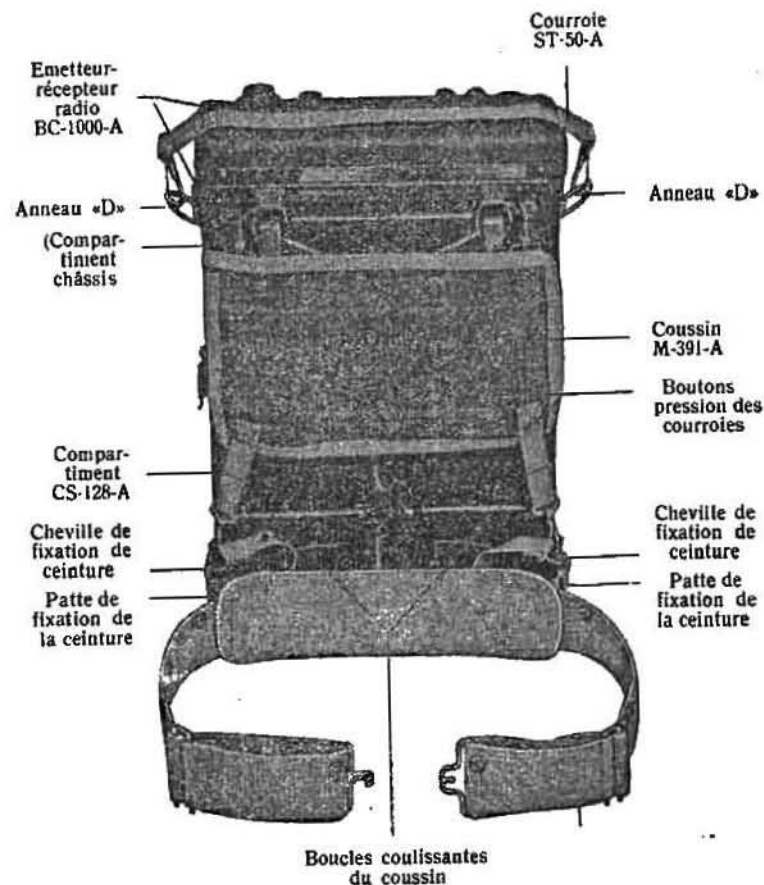

Fig. 14. — Vue arrière du poste, montrant la mise en place du coussin M-391-A, de la ceinture ST-55-A et de la courroie ST-50-A.
- a) **Coussin « M-391-A ».** — Accrocher le coussin « M-391-A » au poste à l'aide des quatre mousquetons. Les mousquetons fixés à l'extrémité des courroies ajustables doivent se trouver dans le bas et s'accrocher dans les trous (les plus proches du compartiment) des pattes de fixation. Ajuster les courroies du bas du coussin au moyen des boucles coulissantes de façon que le coussin repose à plat sur l'enveloppe du poste, comme indiqué à la figure 14.
- b) **Ceinture « ST-55-A ».** — Attacher la ceinture « ST-55-A » aux pattes de fixation à l'aide de ses deux chevilles qui sont attachées de façon fixe à la ceinture par de petites courroies. La ceinture doit se placer de telle façon que les deux trous renforcés par œillets soient vers le haut (voir fig. 14).
- d) **Courroie « ST-50-A ».** — Attacher la courroie à l'aide des deux mousquetons dont elle est munie aux deux anneaux « D » (« B ») (voir fig. 14). S'il est nécessaire d'ouvrir le couvercle, il suffit de repousser la courroie hors du chemin vers l'arrière du poste.